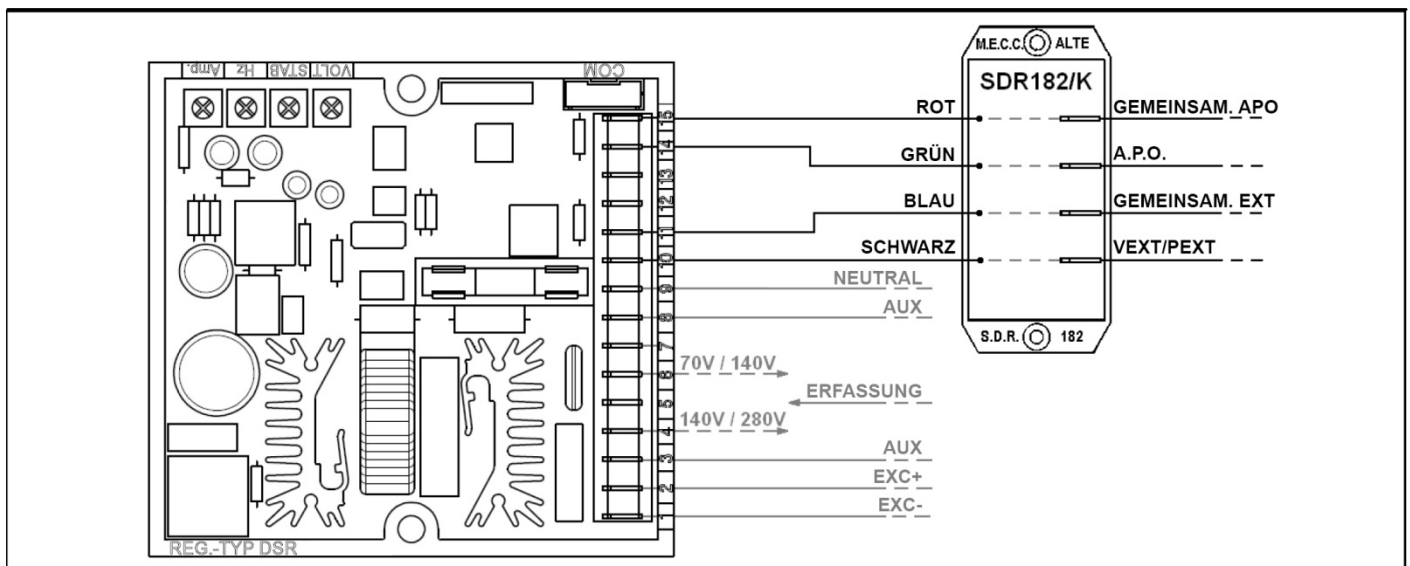

Abb. 4: Anschluss von Filter EMI SDR182/K
ANMERKUNG (2) mit externem Filter EMI SDR 128/K, siehe Abb. 4 (3 m ohne EMI-Filter)